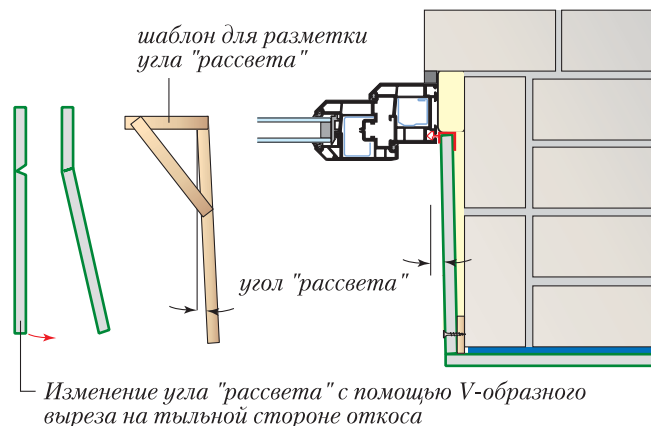

Рис. 81. Разметка и изменение угла «рассвета» откосов
2. Вставим в боковой П-профиль или в паз в пене подогнанный под размер откос и отогнем его под требуемым углом. Угол, на который отгибается откос, называется углом «рассвета». Его делают одинаковым на всех окнах помещения (или хотя бы на одном окне). Измеряют и переносят угол на другие окна с помощью тут же изготовленного шаблона (рис. 81). Имейте в виду, что если вы захотите сделать угол «рассвета» одинаковым для всех окон помещения и одинаковым для горизонтальных и вертикальных откосов, то, скорее всего вам придется поработать над оконными проемами скарпелем и кувалдой, сбивая «лишние» участки старой штукатурки и стены.